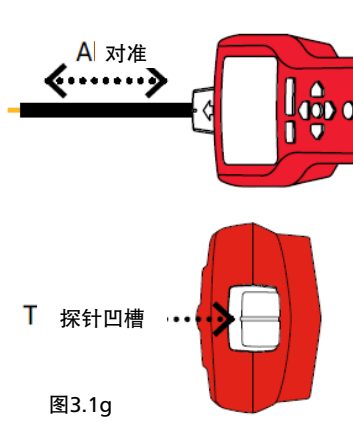

图3.1g
5. 接收器定位:为获得最佳结果,将探针传感器上的凹槽与线缆方向对齐,如图所示。如果对齐不当,可能会丢失信号。(见图3.1g)